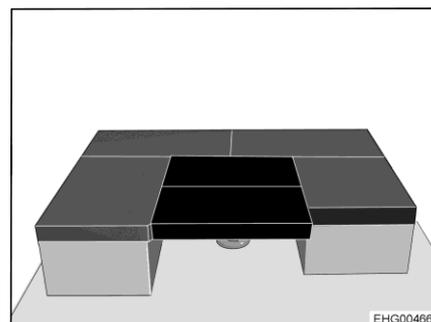

Bild 175 Nach dem Umbau
- 2 Zusatzpolster quer auf den Tisch legen (siehe Bild 175).